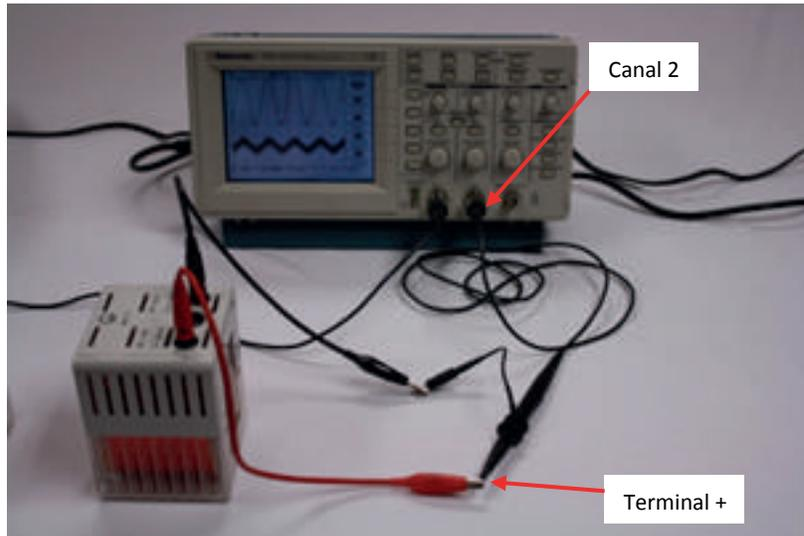

Figura 2.3. Conexión bobina inducida
- c) Conecte la bobina inducida (receptora), como se muestra en la figura 2.3.